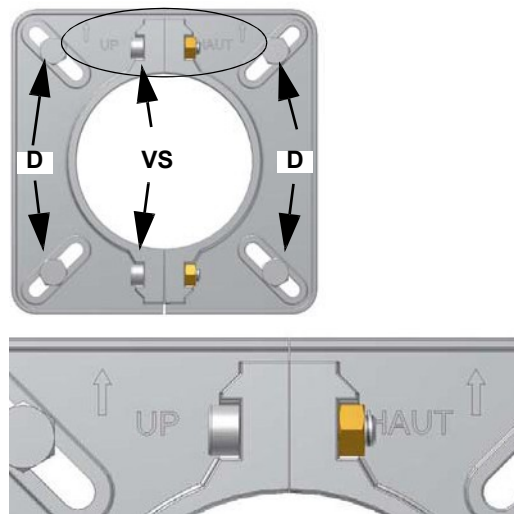

Fig. 2
- 4 selon la référence indiquée à la Fig. 2, fixez la bride aux goujons D de la chaudière avec les écrous D, sans les serrer complètement;